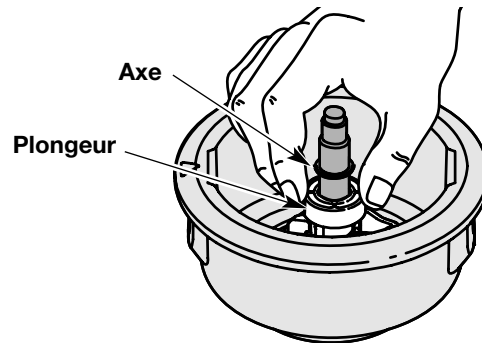

Fig. 25
5. Nettoyez l'axe et la surface intérieure de la bobine extérieure. Pour nettoyer l'axe dissimulé sous le plongeur, appuyez sur celui-ci (Fig. 25). Enlevez toute trace de saleté et de débris de l'axe.